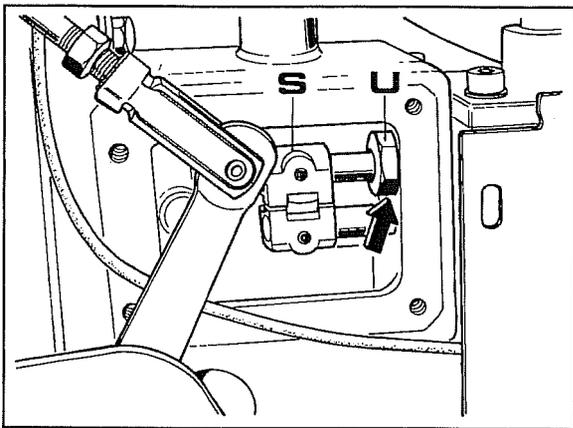
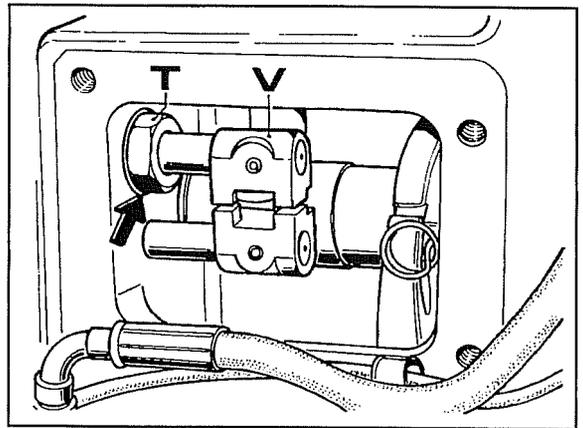

Fig. 3
Fig. 4
3. Controlar si la pérdida de aceite se produce en la varilla de mando reductor indicada con la flecha en la fig. 3 o bien en la varilla mando cambio indicada con la flecha en la fig. 4.
4. Quitar el manguito **S** y desenroscar el casquillo **U** fig. 3 o bien el manguito **V** y el casquillo **T** fig. 4 según cual sea la varilla que pierde.